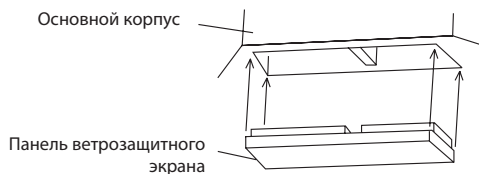

Рис. 4-4
- 1) Вырежьте в подвесном потолке квадратное отверстие размером 910 × 910 мм по форме бумажного трафарета, прилагающегося к кондиционеру. (См. рис. 4-4, 4-6 и 4-7.)